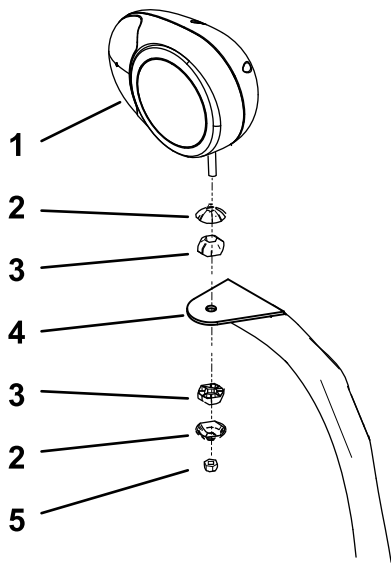

Bild 3
5. Befestigen Sie die linken und rechten Scheinwerfer mit den Befestigungen, die den Scheinwerfern beiliegen, an den Scheinwerferhalterungen (**Bild 3**).